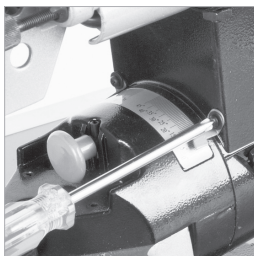

Abb. 15
- Lösen Sie die Bevel Pointer-Schraube mit einem Kreuzschlitz-schraubendreher Nr. 2. **(Abb. 15)**